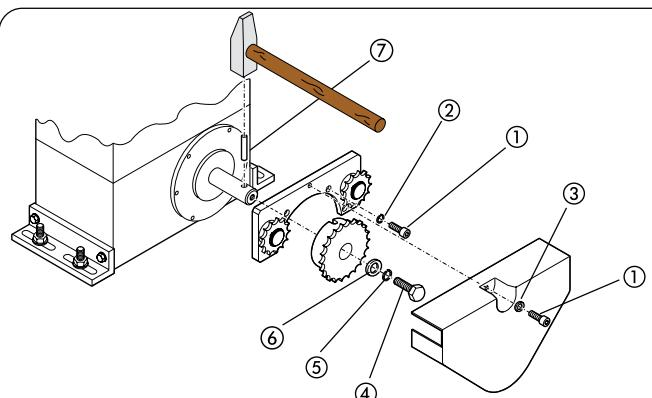
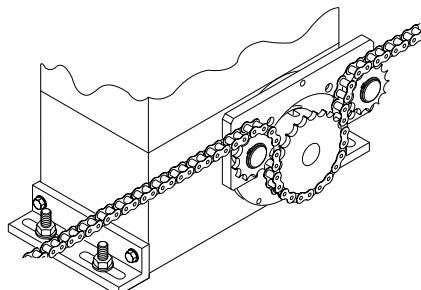

Рис. 20
Рис. 21
#### 4.5.2. МОДЕЛЬ 844 ER RF рис. 20 - 21)
- 2) Закрепить кронштейн холостых передач на двигателе четырьмя винтами © (M5 x 12) с шайбами © из комплекта, показанного на рис. 20.
- 4) Пропустить цепь, как показано на рис. 21, закрепить кожух винтом © с шайбой, как показано на рис. 20.